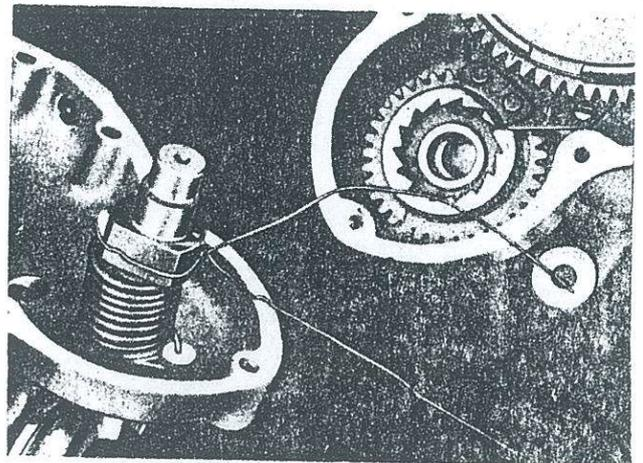

Bild 114. Mit einem Stück Bindendraht wird die Sperrklinke in der Anwerfvorrichtung zurückgehalten, um den mühelosen Einbau in das Anwerfzahnrad zu ermöglichen.
29. Bindendraht so um Anwerfvorrichtung legen, wie Abbildung 114 zeigt, damit Sperrklinke zurückgehalten wird.